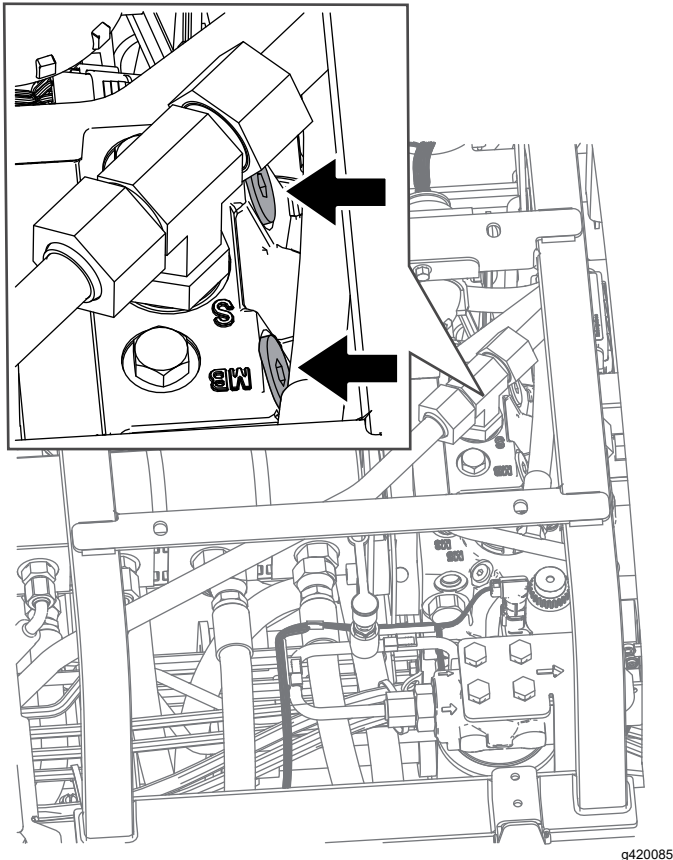

Figure 62
2. Localisez les vannes de dérivation sous le siège et au sommet de l'hydrostat (Figure 62).